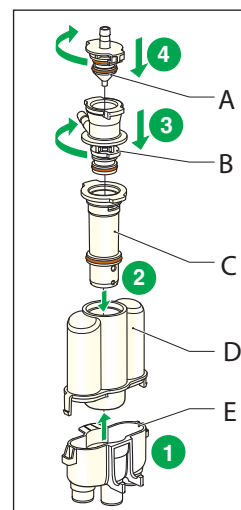

Fig. 5
- 1 Réassembler les pièces D et E. (Fig. 5)
- 2 Réassembler les pièces C et D. (Fig. 5)
- 3 Réinstaller la pièce B et la faire pivoter en place. (Fig. 5)
- 4 Réinstaller la pièce A et la faire pivoter en place. (Fig. 5)